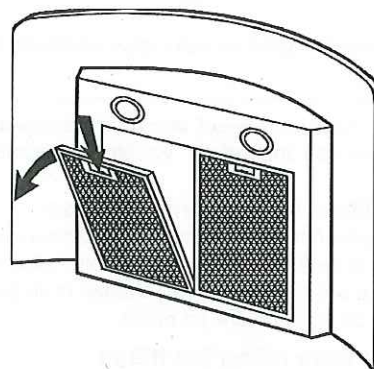

fig.1
2. Poussez les arrêts vers l'intérieur de la hotte et tirez les filtres métalliques vers le bas (fig.1).